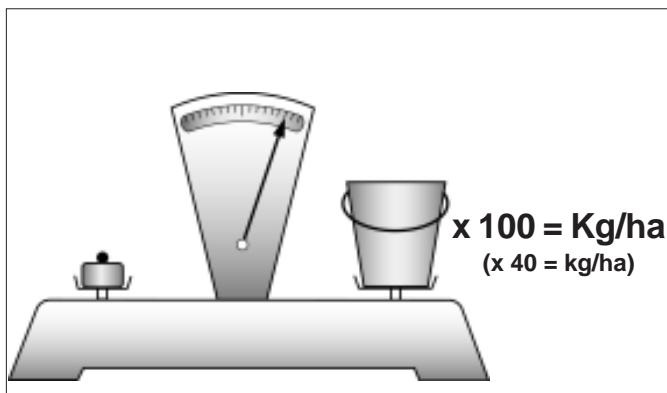

fig. 20
- 7) Pesare la quantità di seme raccolto nelle vaschette e moltiplicarlo per 100 o per 40 in base alle rotazioni compiute, il valore ottenuto sarà la quantità in chilogrammi distribuita per ettaro (Fig. 20).
- 8) Pesare la quantità raccolta nelle vaschette e moltiplicarla per 100 o per 40 in base alle rotazioni compiute, il valore ottenuto sarà la quantità in chilogrammi distribuita per ettaro (Fig. 20).